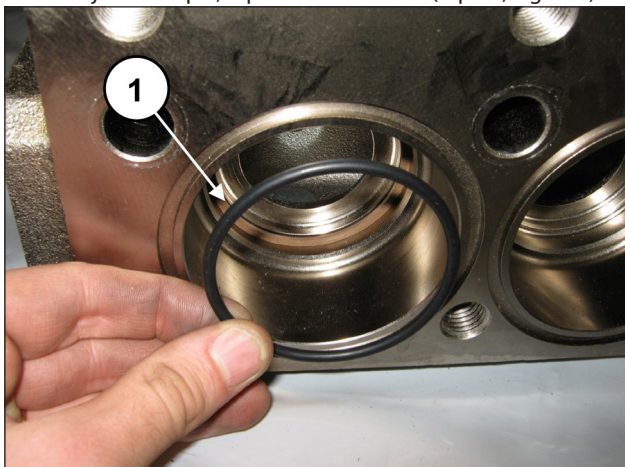

Fig. 154
Placer le joint torique, rep. vue éclatée n° 7 (rep. ①, Fig. 154).